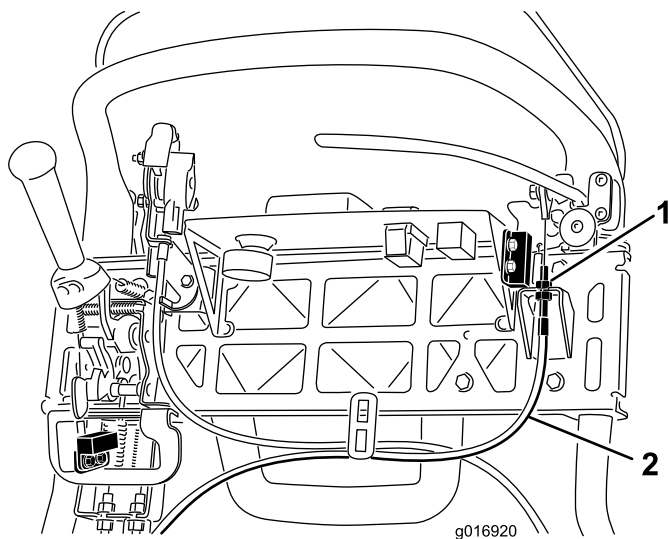

Figura 40
3. Para aumentar a tensão do cabo, desaperte a porca de bloqueio do cabo superior e aperte a porca de bloqueio do cabo inferior (Figura 40) até que seja obtida uma força de 156 N. de maneira a que se possa engatar o travão, é necessário para soltar o bloqueio do travão de parqueamento.